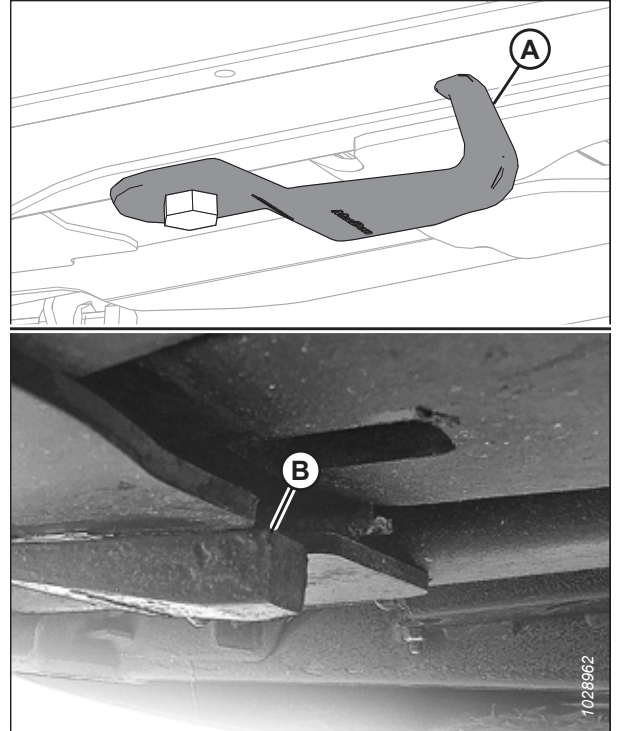

Figure 4.217: Crochets du support de bielle
La figure 4.217, page 423 montre un crochet du support de bielle non endommagé (A) et un autre endommagé (B). Un crochet de support de bielle étiré n'est pas illustré.